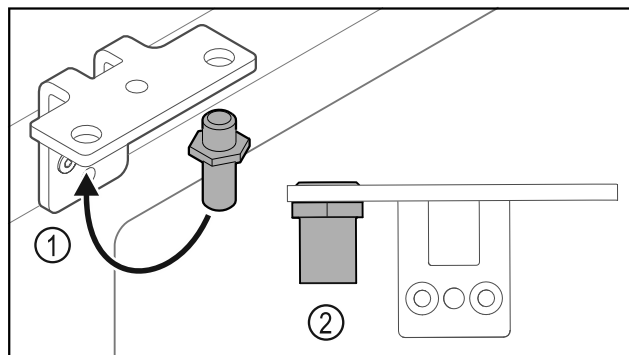

Fig. 35
- Premjestite svornjake Fig. 35 (1) u kutnim šarkama.
- Pritegnite svornjake Fig. 35 (2) **okretnim momentom od 12 Nm.**